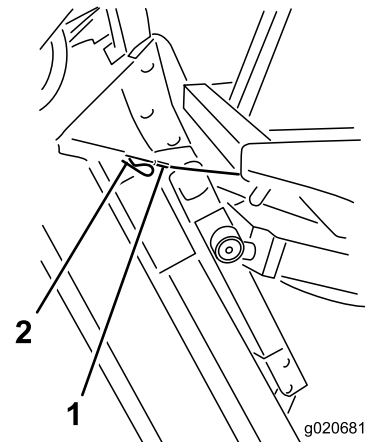

Bild 82
6. Halten Sie das Mähwerk dann in der aufrechten Stellung, bringen das Kabelende über dem Stift am Mähwerkhubarm an und befestigen es mit einem Splint (Bild 82).